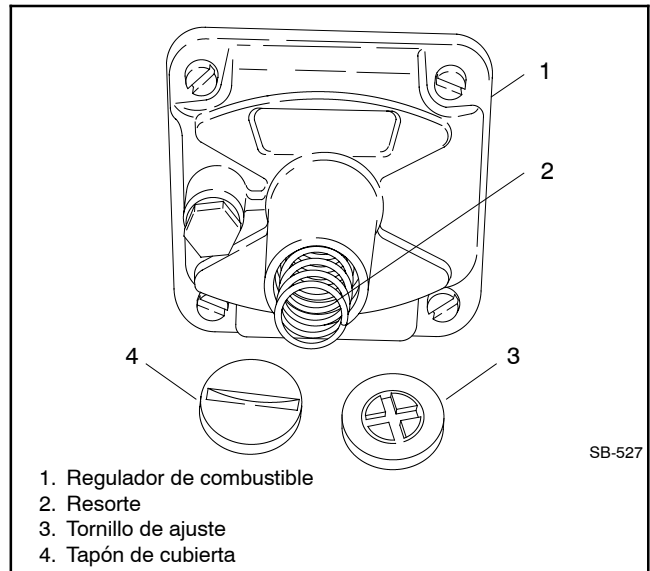

Figura 9-8 Regulador de combustible, típico
- a. Remover el tapón de la cubierta del regulador de combustible. Consulte la Figura 9-8.
- b. Remover el tapón de la cubierta del regulador de combustible. Consulte la Figura 9-8.